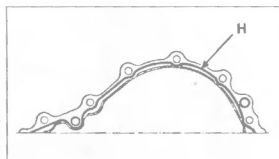

Рис. 3.79
12. Установите крышку носка коленчатого вала, укрепив ее герметиком **Loctite 518**. Валик **H** герметика должен иметь ширину от **0,6 мм** до **1 мм** (рис. 3.79).